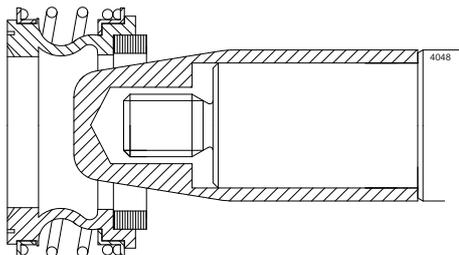

Abbildung 24: Spezielle Montagehülse.
- *Spezialwerkzeug: Die Montage der Wellendichtungsgruppe M1 geht mit einer speziellen konischen Montagehülse leichter. Die scharfen Ränder auf der Welle werden damit abgedeckt, sodass weniger Gefahr besteht, die Wellendichtung bei der Montage zu beschädigen. Siehe Abbildung 24.*